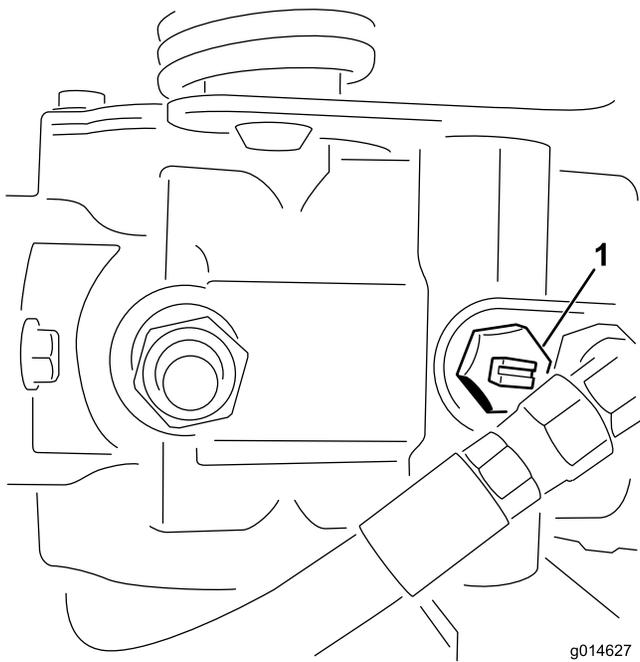

図 39
1. 油圧ポンプについているバイパスバルブ図 39の溝が「縦」になるようにバルブを回転させる。
2. エンジンを始動する時には、必ずバイパスバルブ図 39 を閉じる溝が横向きになる。バルブを開けたままでエンジンを掛けないこと。